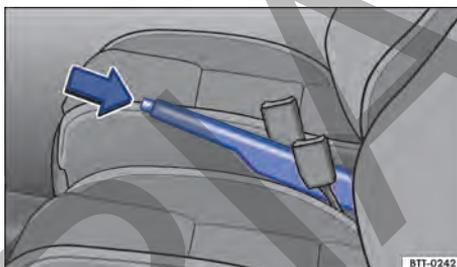

Fig. 104 Entre los asientos delanteros: palanca del freno de estacionamiento.
- Tirar de la palanca del freno de mano hacia arriba con la tecla de bloqueo presionada → fig. 104 (flecha).
- Tirar de la palanca del freno de mano un poco hacia arriba y presionar la tecla de bloqueo → fig. 104 (flecha).